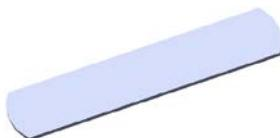
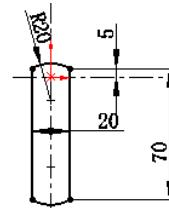

图 7.12 基体—法兰 1
图 7.13 横断面草图
Step2. 创建图 7.12 所示的钣金基础特征——基体—法兰 1。
- (1) 选择命令。选择下拉菜单 **插入(I)** → **钣金(B)** → **基体法兰(A)...** 命令（或单击“钣金”工具栏上的“基体法兰/薄片”按钮 ）。
- (2) 定义特征的横断面草图。
- ① 定义草图平面。选取前视基准面作为草图平面。
- ② 定义横断面草图。在草图环境中绘制图 7.13 所示的横断面草图。
- ③ 选择下拉菜单 **插入(I)** → **退出草图** 命令，退出草图环境，此时系统弹出“基体法兰”对话框。
- (3) 定义钣金参数属性。
- ① 定义钣金参数。在 **钣金参数(S)** 区域的 **厚度** 文本框中输入厚度 1.0。
② 定义钣金折弯系数。在 **折弯系数(A)** 区域的下拉列表中选择 **K 因子** 选项，把文本框 **K** 的因子系数改为 0.4。
③ 定义钣金自动切释放槽类型。在 **自动切释放槽(I)** 区域的下拉列表中选择 **矩形** 选项，选中 **使用释放槽比例(A)** 复选框，在 **比例(I):** 文本框中输入比例系数 0.5。
(4) 单击 按钮，完成基体—法兰 1 的创建。